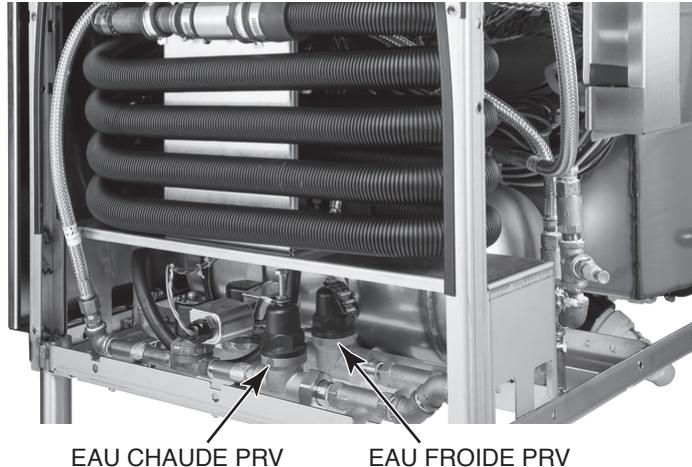

Fig. 18
7. Lorsque l'appareil se remplit aux fins du rinçage final, régler le régulateur de pression d'eau chaude au rinçage final (Fig. 18) jusqu'à ce que la pression du manomètre du rinçage final indique 20 +/- 5 psiPSI.